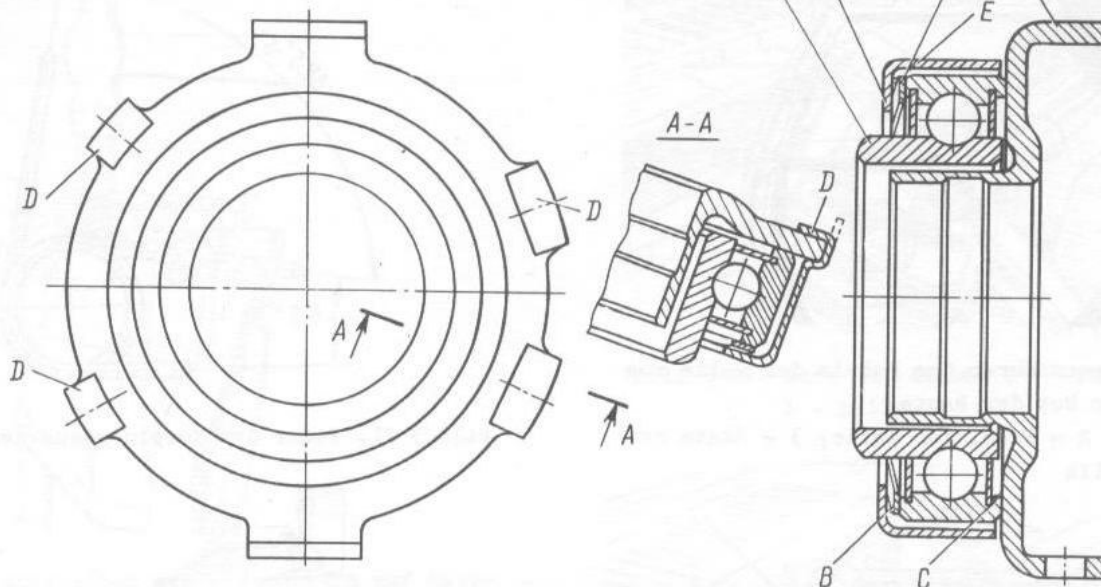
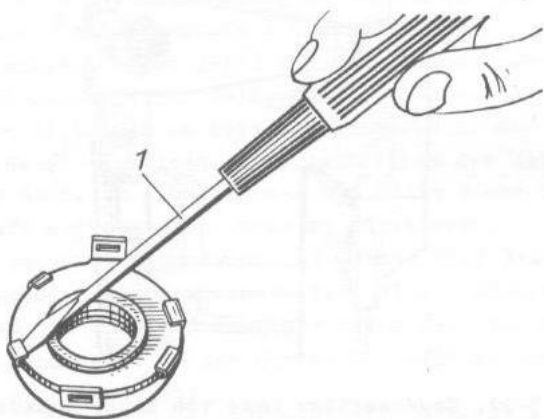

Bild 3-15. Kupplungsausrücklager im Satz mit Kupplungskorb:
Bild 3-16. Auseinanderbau des Kupplungsausrücklagers
Beim Ausfall des Kupplungsaustrücklagers 1 (Bild 3-15) und bei eingebüßter Elastizität der Wellfeder 3 das Lager in nachstehender Reihenfolge auseinanderbauen:
- mit Hilfe des Schraubenziehers 1 (Bild 3-16) vorsichtig vier Vorsprünge D (siehe Bild 3-15) des Kupplungskorbs 2 des Lagers um 90° umbiegen;
Nötigenfalls fehlerhafte Teile ersetzen. Vor dem Zusammenbau folgende Flächen schmieren: B am Flansch, C an Stirnseite des Lageraußenringes; E an innerer Stirnseite des Kupplungskorbs, in dünner Schicht mit Schmierstoff MCH-15 (die Flächen der Teile sind in Bild 3-15 gezeigt).